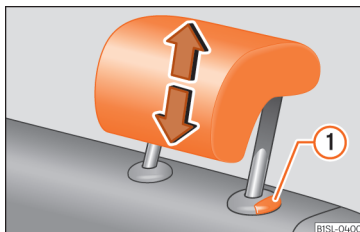

Abb. 120 Kopfstütze hinten ausbauen.
- Kopfstütze bei gedrückter Taste »» » Abb. 120 ① ganz herausziehen.